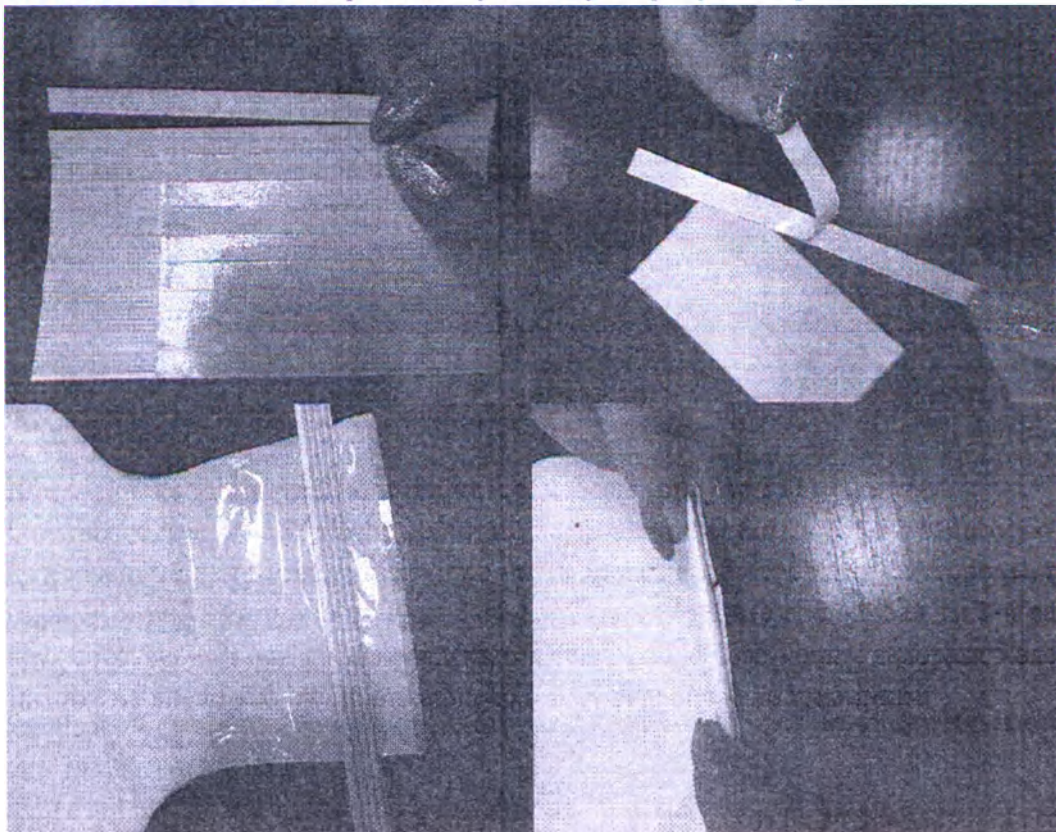

Рисунок 11
Как закрыть калоприемник гибким зажимом (рисунок 11)
- Правильно используйте зажим для открытых (дренируемых) калоприемников (рисунок 11).